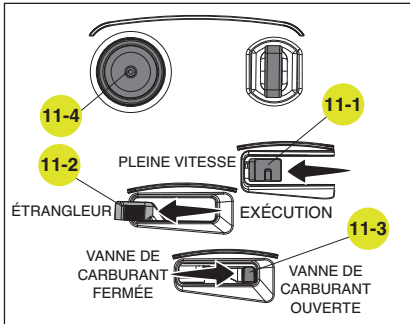

Figure 11
2. Démarrer un moteur froid : (fig.11).